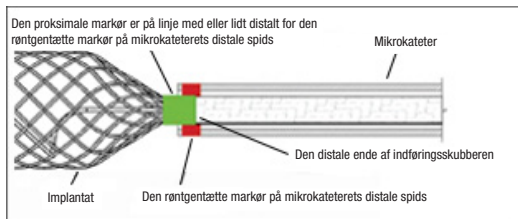

Figur 5 – Træk indføringskubberen i proksimal retning for at trække implantatet tilbage
- Tag fat i indføringskubberen, mens du holder med den ene hånd på det grønne indføringshylster, og træk forsigtigt proksimalt for at begynde at trække implantatet tilbage, se figur 5.